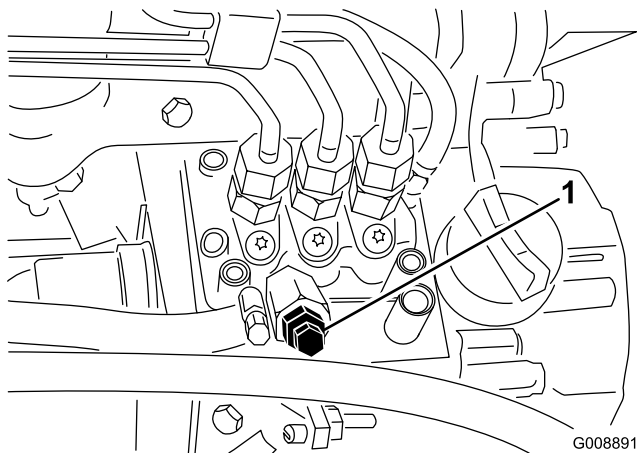

Figura 38
3. Abra el tornillo de purga de aire de la bomba de inyección de combustible (Figura 38).